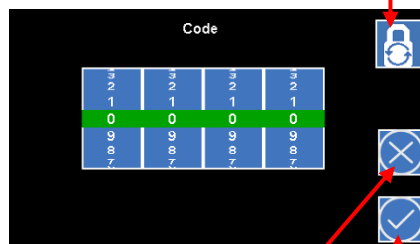

Abbildung 20
1. Drücken Sie im Menü **Messwerte** auf das Icon **Passwort** (1).
2. Stellen Sie den Code mit den Drehrädern ein (siehe Abbildung 20).
3. Drücken Sie auf das Icon **Übernehmen** (2).
2. Drücken Sie auf das Icon **Passwort wechseln** (4) (siehe Abbildung 20).